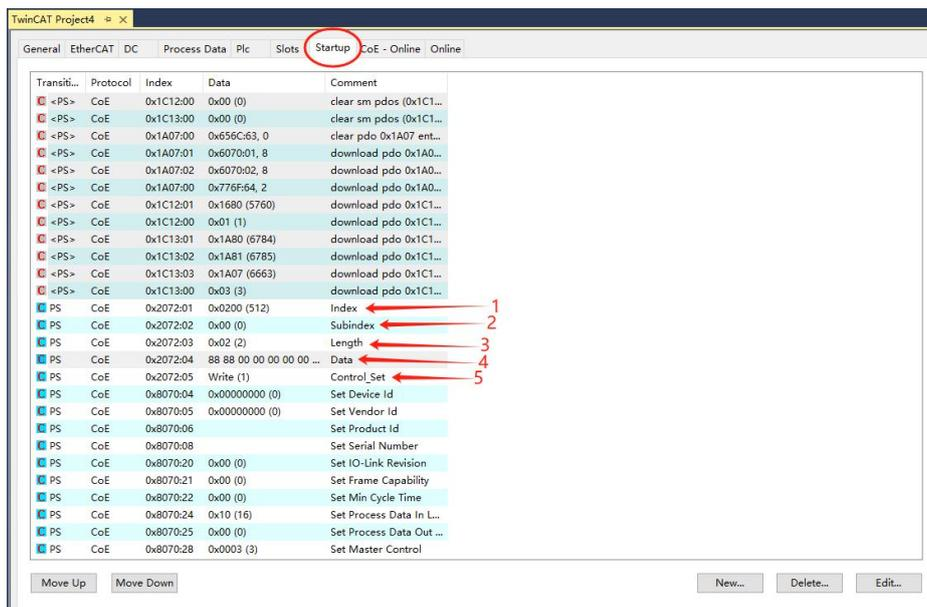

图 4
- 4、如图 4 所示，恢复从站出厂设置的设定：Index=0x0200，Subindex=0，Length = 2，Data = 88 88，Control_Set=Write(1)，恢复出厂设置后从站需要断电重启。